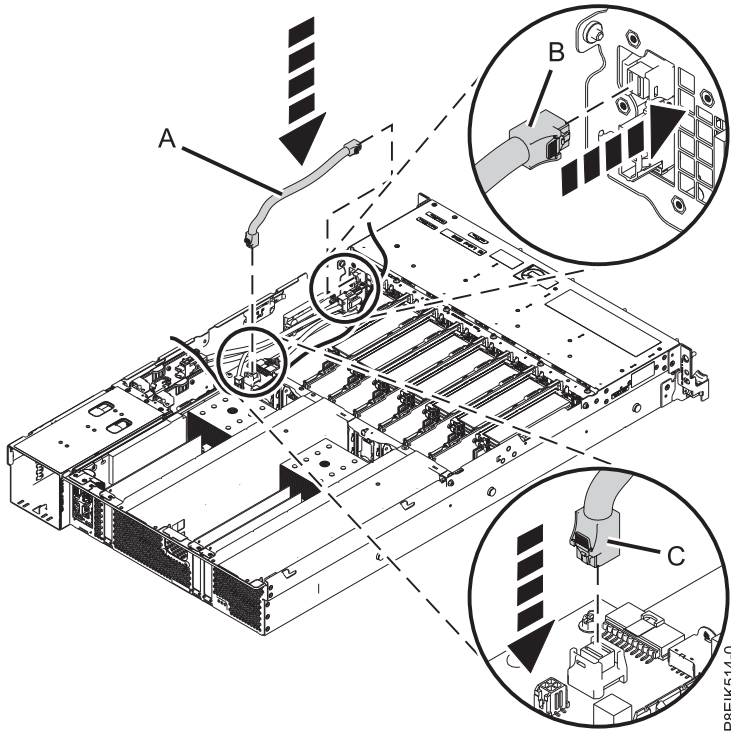

Figure 56. Remise en place du câble d'interface des ventilateurs et des disques
2. En vous aidant des étiquettes, branchez le câble d'interface des ventilateurs et des disques (A) à la carte des ventilateurs et des unités de disque (B) et au fond de panier système (C). Assurez-vous que le clip de retenue du câble s'enclenche sur son connecteur. Voir figure 56, à la page 48.